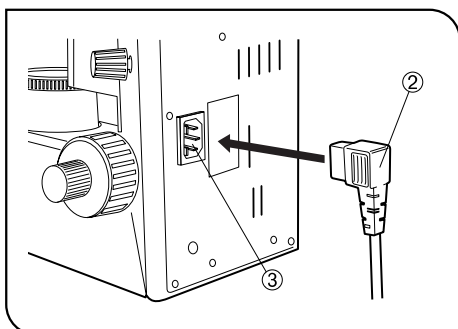

Abb. 28
(Abb. 28 & 29)
1. Den Stecker des Netzkabels ② in die Netzanschlussschleuse ③ einstecken. (Abb. 28)